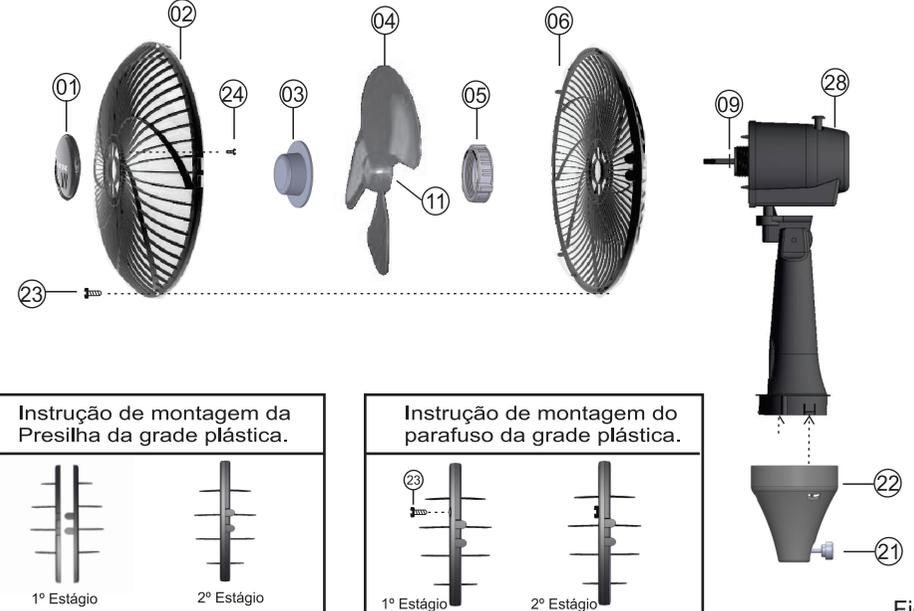

Fig 04
- 1º- Posicione a grade (06) no encaixe do motor (28), quando for grade com porca, rosqueie a porca (05) no motor;
- 2º- Alinhe o encaixe traseiro (11) da hélice (04), com o pino trava (09) encaixando a hélice no pino trava.
- 3º- Coloque a porca (03) na ponta do eixo do motor, apertando-a em sentido **anti-horário**,(esquerda) até encostar na hélice;
- 4º- Encaixe o acabamento (01) na grade, após fixe-o com os parafusos atarrachantes (24). Posicione a grade dianteira (02), em frente a grade traseira (06) de maneira a coincidir os encaixes da grade, na sequência, engate as presilhas distribuídas em toda a circunferência da grade. Fixe a grade também com os 4 parafusos atarrachantes (23);
- 5º- Para ventilador de coluna, encaixe o cone (22) no motor (28) e corpo (07), respeitando a chaveta, ate dar o 'click' de encaixe de acordo com a Fig. 04;